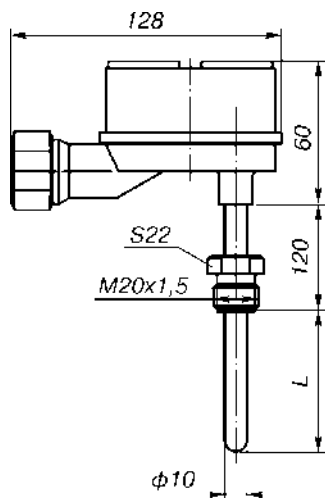

Рис.6.**
- полиамид Технамид А-СВ-30-Л (рис.6);
Диапазон измеряемых температур, класс допуска, схема соединений, количество чувствительных элементов, длина монтажной части (для рис.6, 7)
06* по рис.6